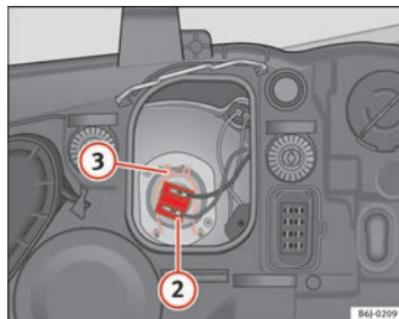

Abb. 137 Abblendlicht
- Ziehen Sie den Stecker ⇒ Seite 232, Abb. 137 ② von der Lampe ab.
- Nehmen Sie die Haltefeder ⇒ Seite 232, Abb. 137 ③ durch Eindrücken und Rechtsdrehung ab.